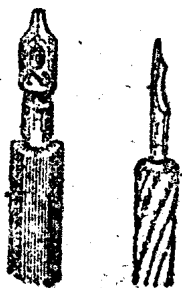

图 15
3. 绘图笔尖：在绘图工作中，绘图笔尖的用途很大，凡是不能用绘图仪器来描绘的东西，都可以用绘图笔尖来描绘，所以绘图笔尖的种类很多，细的笔尖能画出很细的线条，粗的能画出5毫米的线条，如图15是一种粗线条笔尖和一种细线条笔尖。